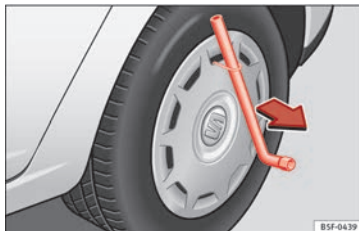

Fig. 158 Retirar el embellecedor integral.
- Retire el embellecedor integral de la rueda con el gancho de alambre » **fig. 158**.